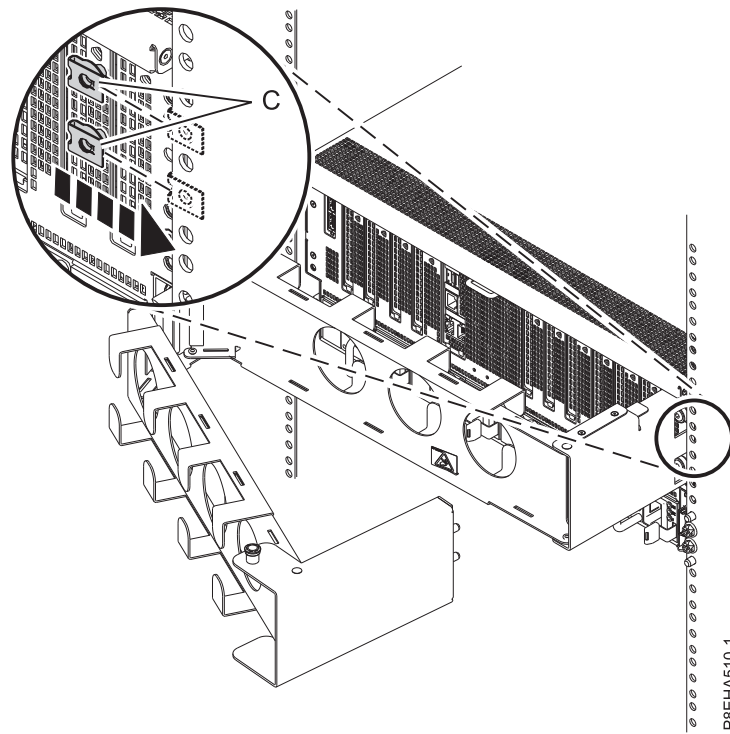

図 19. ラック・レールへのナット・クリップの取り付け
2. フレームに手が届くように、システム・ドロワーを前方にスライドさせます。 19 ページの図 19に示すように、外側プレートをラック・レールに取り付ける予定の位置で、2 つのナット・クリップ (C) をラック・レールに取り付けます。